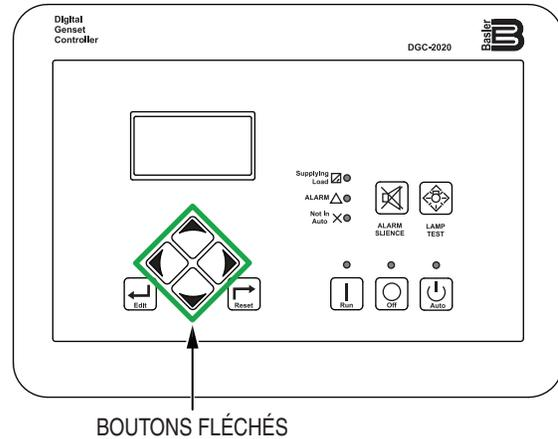

Figure 79. Contrôleur numérique (boutons fléchés)
2. Utilisez les **boutons fléchés** (Figure 79) pour naviguer jusqu'au **menu Demande de mode Sortie** : (Paramètres → Communication → Configuration Canbus → ECU Configuration → Isuzu ECU Configuration → mode Sortie).
2. Utilisez les boutons fléchés (Figure 79) pour naviguer vers le **menu État des alarmes** (Compteurs → Alarme-Statut). Ceci permettra à l'opérateur d'effectuer les diagnostics des défaut suivants :